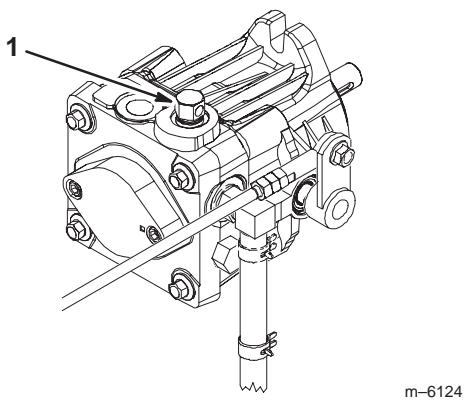

Figure 22
2. Tournez les vannes de dérivation d'un tour dans le sens anti-horaire pour pousser la machine. Cela permet au liquide hydraulique de contourner la pompe et aux roues de tourner (Fig. 22).
Tournez les vannes de dérivation d'1 tour dans le sens horaire pour utiliser la machine (Fig. 22).